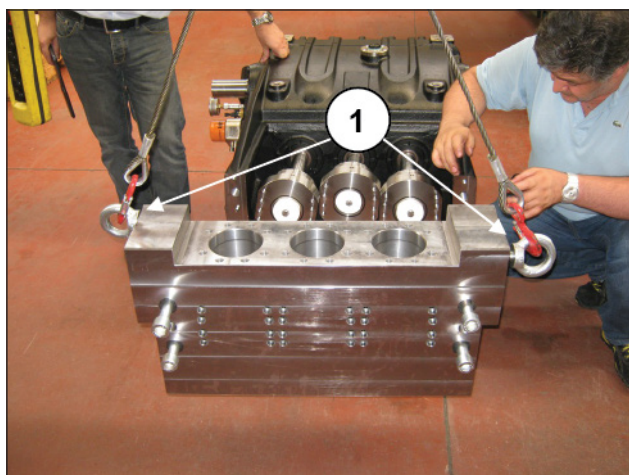
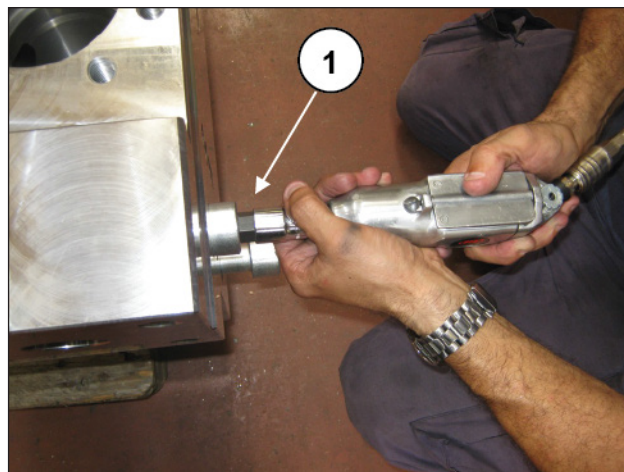

Fig. 167
Fig. 168
Montar dos cáncamos M24 en los orificios de fijación de la brida de envío (pos. ①, Fig. 167) y, a continuación, aflojar los 4 tornillos M24 que fijan la cabeza al cárter delantero (pos. ①, Fig. 168).